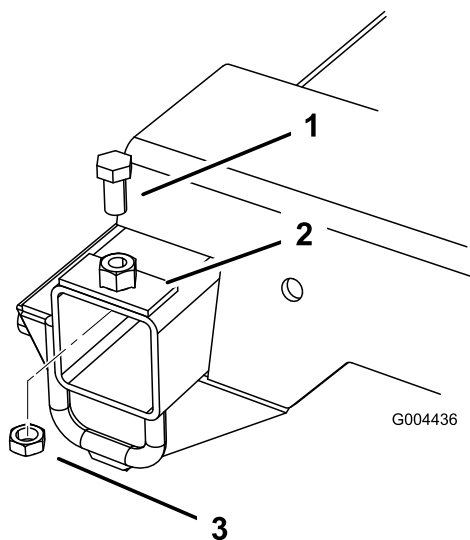

Figura 4
3. Coloque la placa sobre el orificio perforado en el bastidor y sujétela con el perno (1/2 x 1 pulgadas) y la contratuerca (1/2 pulgadas); consulte Figura 4.